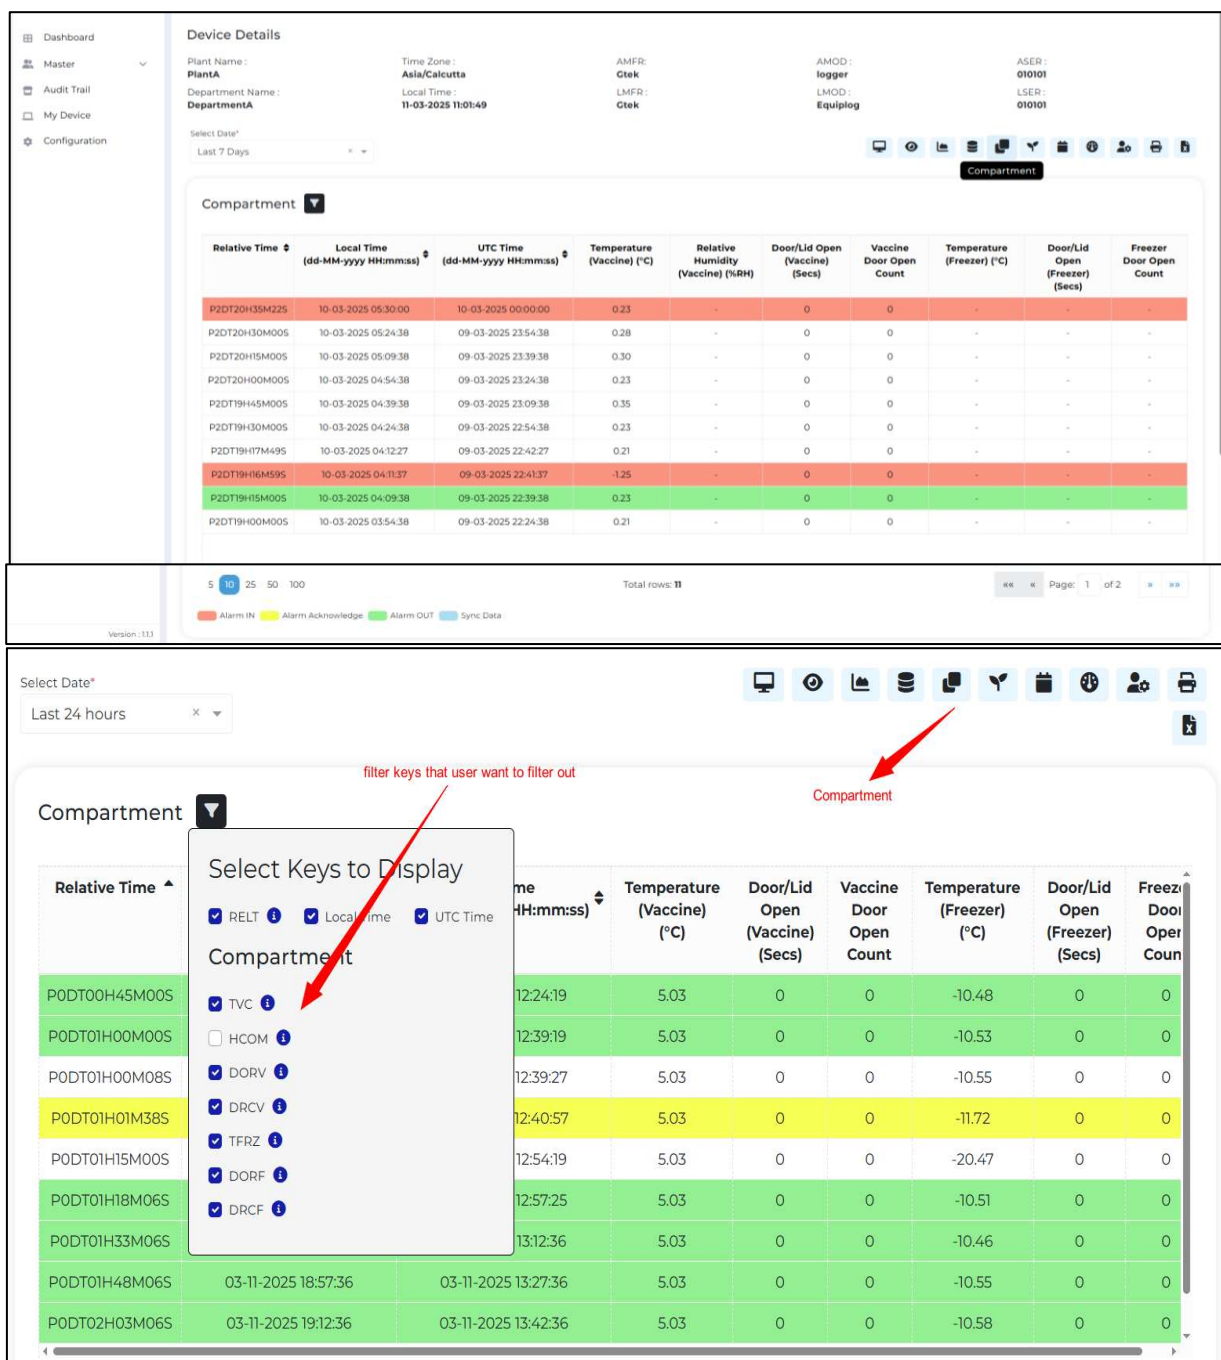

Figura 52 Panel de datos del compartimento para el dispositivo seleccionado
- Los usuarios pueden filtrar los parámetros requeridos para una mejor legibilidad, como se muestra en la figura 52.